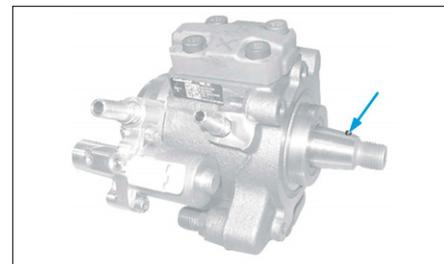

FIG. 44
- Contrôler la présence de la goupille d'axe de pompe (Fig.44) avant la repose du pignon d'entraînement.